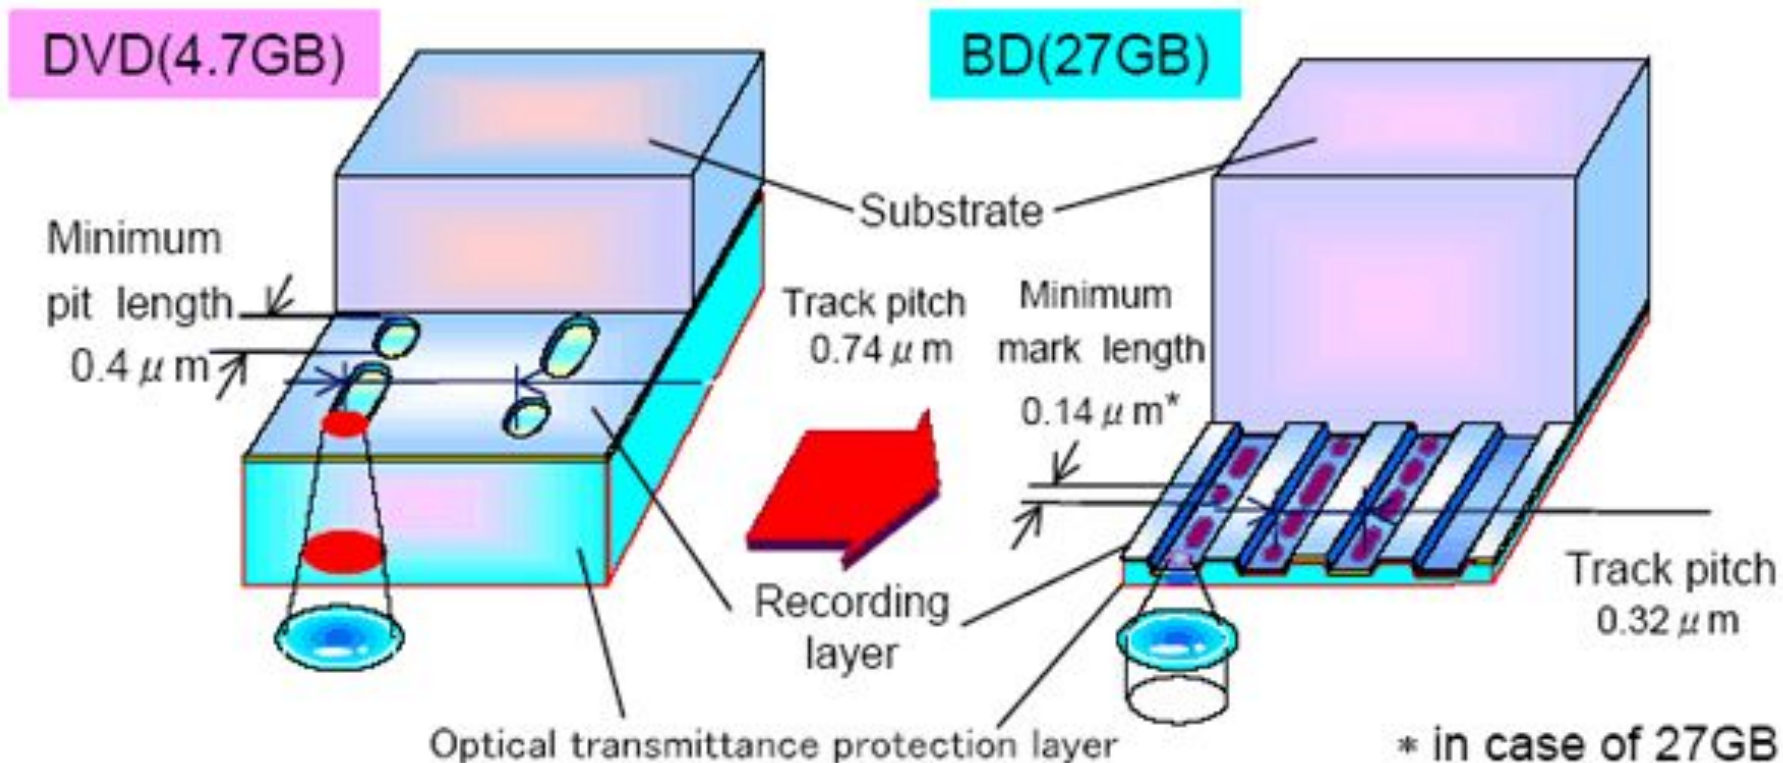

Рис.14 Различия между DVD и BD дисками
- На **Рис. 14** показана основная разница между конструкциями однослойных **DVD** и **BD**-дисков - меньшая ширина дорожек **BD** позволяет увеличить объем носителя в 5 раз.